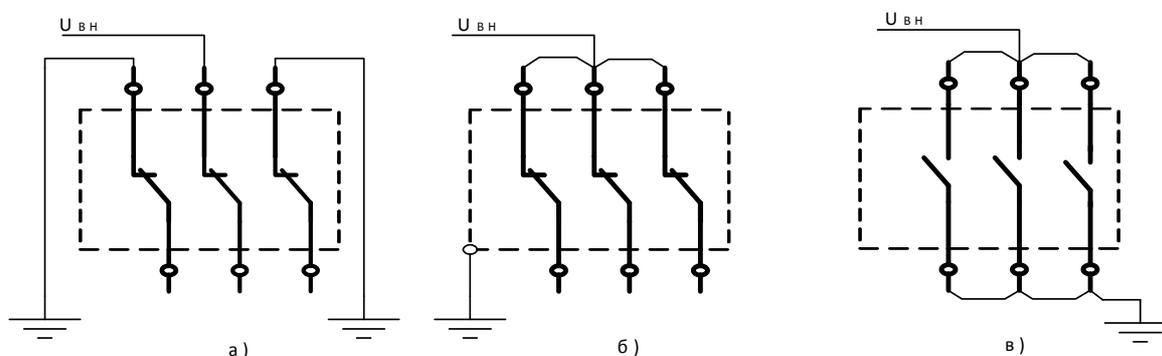

Рис.11
- провести испытания изоляции главных цепей одноминутным напряжением промышленной частоты изоляция по схеме «фаза-земля», «фаза-фаза» и изоляции между разомкнутыми контактами главных цепей выключателя (см.рисунок 11). Продолжительность приложения нормированного испытательного напряжения 1 мин.
- для схемы проверки по рис. 11а) и 11в) испытательное напряжение равно 42 кВ (для сети 10 кВ) и 32 кВ (для сети 6 кВ), для схемы рис. 11 б) – 37,8 кВ (для сети 10 кВ) и 28,8 кВ (для сети 6 кВ).
- к среднему полюсу выключателя во включенном его положении при заземленных крайних полюсах (рис. 11а). Этим проверяется междуфазовая изоляция выключателя;
- ко всем трем полюсам выключателя при включенном его положении относительно "земли" (рис.11б). Этим проверяется основная изоляция выключателя;
- между разомкнутыми контактами одного и того же полюса при отключено положении выключателя (рис.11в). Этим проверяется изоляция внутреннего разрыва выключателя.